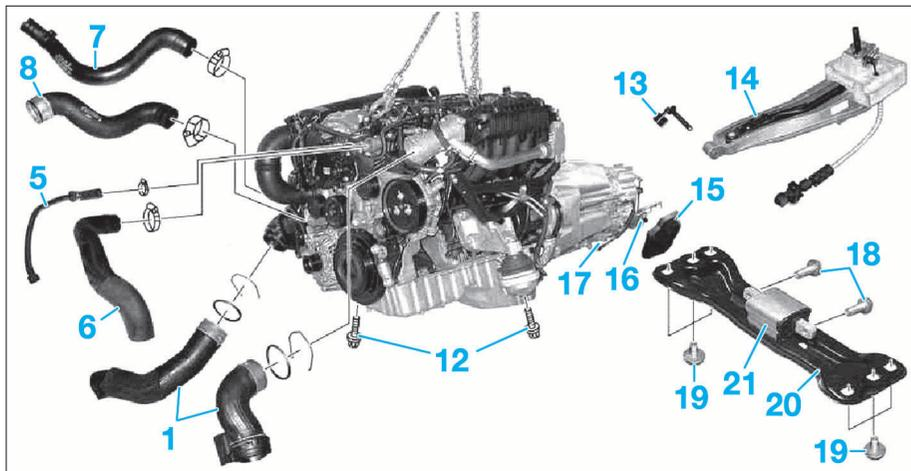
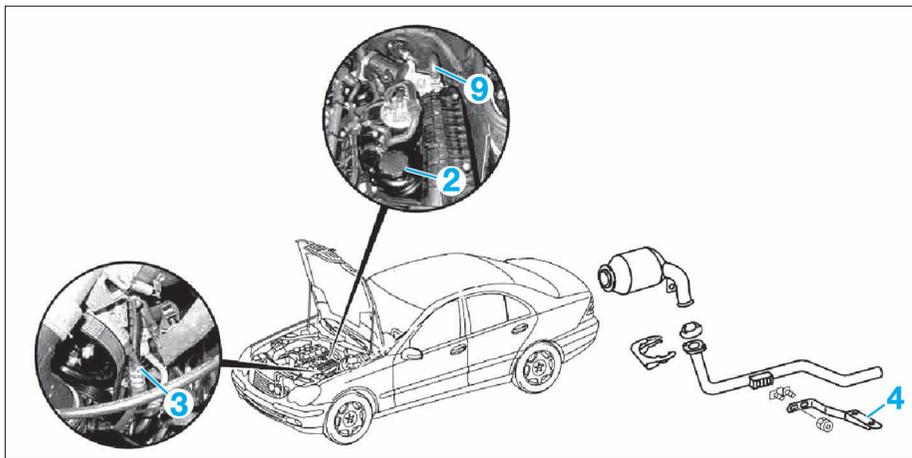

FIG. 58
FIG. 59
- les durits d'air de suralimentation (1) (Fig.58).
- Aspirer l'huile de direction assistée dans le bocal (2) (Fig.59).
- Désaccoupler de la pompe de direction assistée la durit haute pression (3).
- Déposer le support d'échappement (4).
- du boîtier thermostatique les durits (5) et (6) (Fig.58).
- de la pompe à eau les durits (7) et (8).
- de l'échangeur EGR la durit (9) (Fig.59).
- Déposer les vis des supports moteur latéraux (12) (Fig.58).
- Déverrouiller et déposer le goujon d'arrêt (13).
- Désaccoupler la tige de commande (14) de la boîte de commande.
- Déclipper la protection (15).
- Décrocher le câble de commande du levier (16).
- la canalisation hydraulique de commande d'embrayage de la butée réceptrice (17) (boîte de vitesses mécanique).
- Déposer les vis (18) et (19) de traverse de boîte (20) équipé de son silentbloc (21).